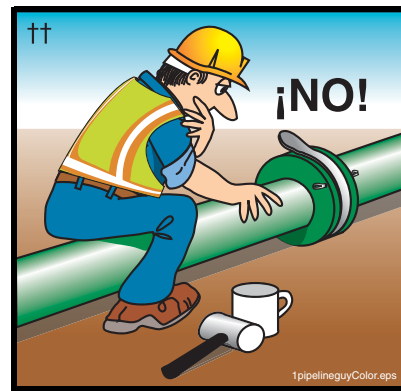

Figura 41
14.13 **⚠️ ADVERTENCIA** Nunca se pare, se siente o se monte a horcajadas sobre una tubería que está en uso o cuando está bajo presión. La tubería se desgasta con cada carrera de la bomba. Si la tubería revienta, querrá estar al costado de ella y no sobre ella (Figura 41).